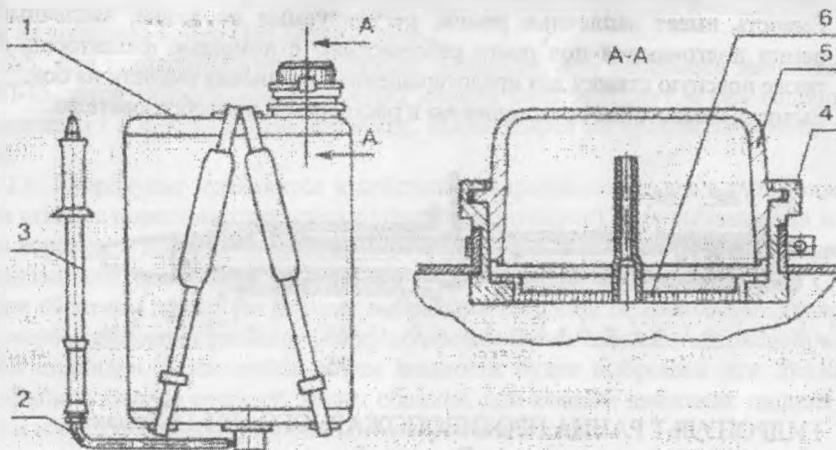

Рисунок 1. РАНЕЦ ПРОТИВОПОЖАРНЫЙ «РП-15-ЕРМАК+»
4.2.1. Емкость (рис.1, поз.1) – пластмассовая, ударопрочная, ярко-оранжевого цвета в виде прямоугольного ранца с боковыми ребрами жесткости.